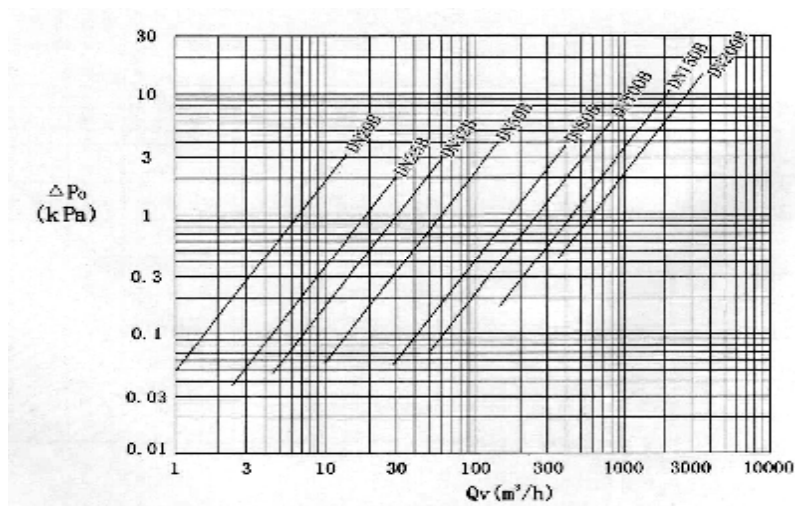

图3 压力损失曲线图
5.4 按以下公式（1）计算流量计在工作状态下最大流量时的最大压力损失 ΔP_{\max} （也可从图3查得），流量计的最大压力损失必须满足条件（2）方可保证流量计能正常使用，当压损不满足以下公式时，应选较大规格。